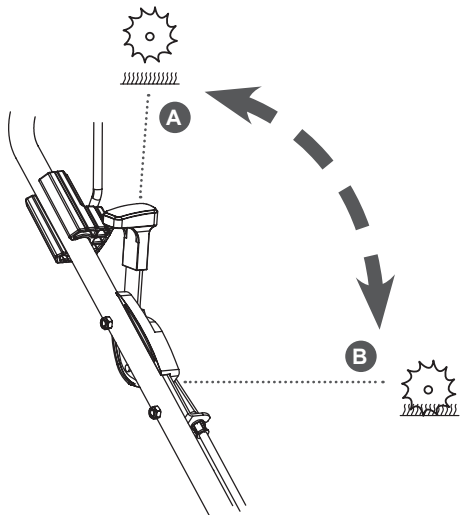

Рис. 19. Положения рычага переключения
3. Переведите рычаг переключения положений рабочего валика в нижнее (рабочее) положение (Рис. 19) и, толкая скарификатор перед собой, начните обработку газона.
4. Перед разворотом скарификатора в обратном направлении или поворотом всегда переводите рычаг переключения положений рабочего валика в верхнее (транспортное) положение A (Рис. 19). Далее разверните или поверните устройство в требуемом направлении, переведите рычаг переключения положений рабочего валика в нижнее (рабочее) положение B (Рис. 19) и продолжите работу.